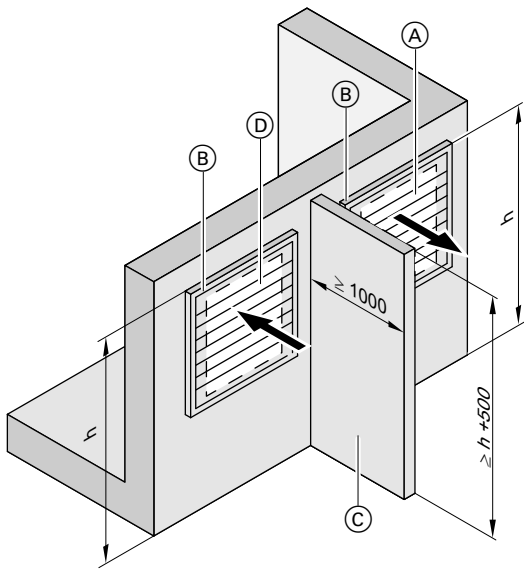

Abb. 7
- ⓐ Trennwand (falls erforderlich): Siehe folgende Tabelle und Abb. 7 und 8.
- (A) Außenputz
- (B) Wand
- (D) Wanddurchführung (aus EPP, kann von außen mit einer Säge auf das passende Maß gekürzt werden. Putzstärke beachten!)
- (E) Kompressionsdichtband und Acryl-Dichtnaht (umlaufend)
- (F) PU-Schaum (umlaufend)
- (G) Geräteanschluss-Stutzen Luftkanal Ansaugseite (aus EPP)
- (H) Innenputz/Wandbelag
- (M) Wärmepumpe
- (N) Geräteanschluss-Stutzen Luftkanal Ausblasseite (aus EPP)
- (P) Bogen Luftkanal 90°
- (Q) Trennwand (falls erforderlich): Siehe folgende Tabelle und Abb. 7 und 8.